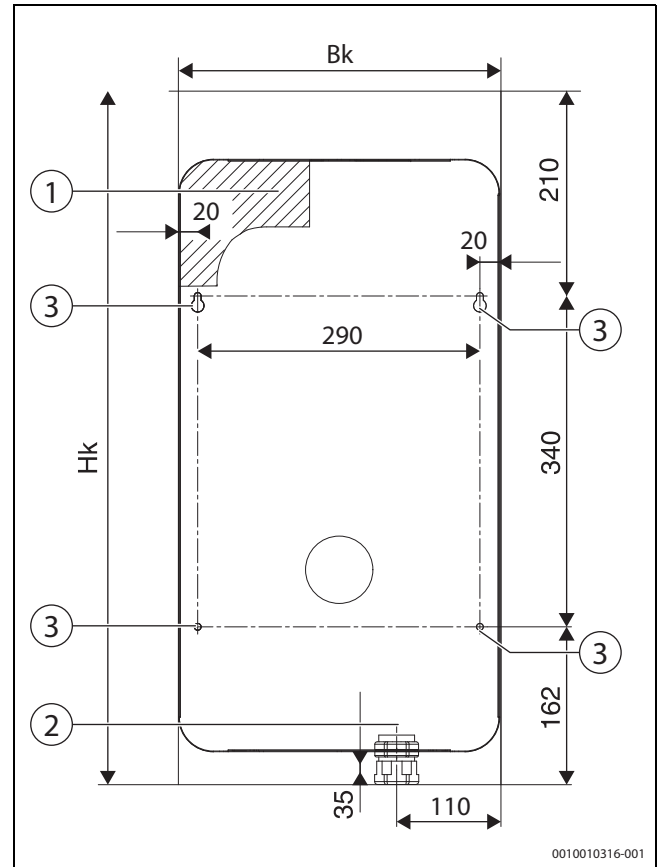

Bild 8 Abmessungen der Bohrungen für das Befestigen des Heizgeräts an der Wand und für das Versorgungskabel beim Heizgerät Tronic Heat 3500 4-12 kW
- ▶ Positionen der Bohrlöcher für die Montageplatte anzeichnen. Für das Befestigen können Sie die beigegefügte Schablone verwenden (→ Bild 8, Seite 13, [1])